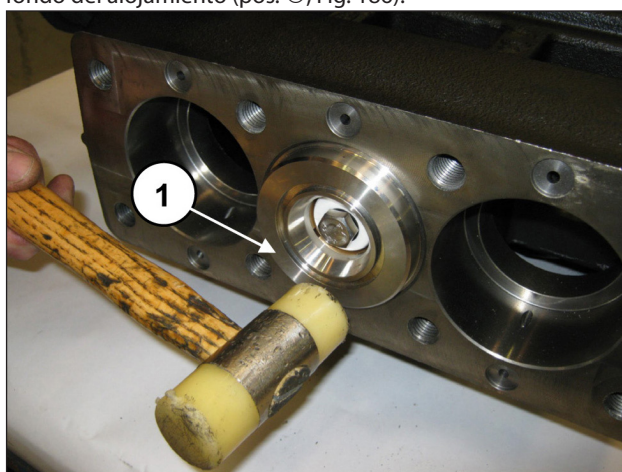

Fig. 186
Comprobar que el bloque camisa-soporte haga tope en el fondo del alojamiento (pos. ①, Fig. 186).